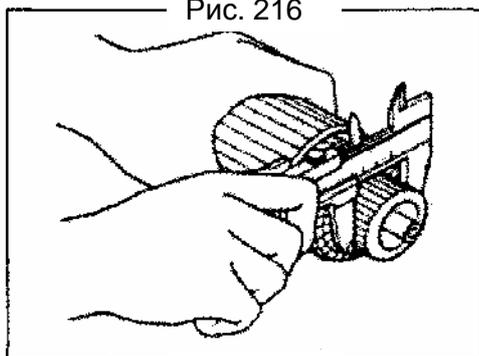

Рис. 217
- Проверьте коллектор на износ. Если диаметр коллектора менее допустимого значения, замените ротор (Рис. 217).